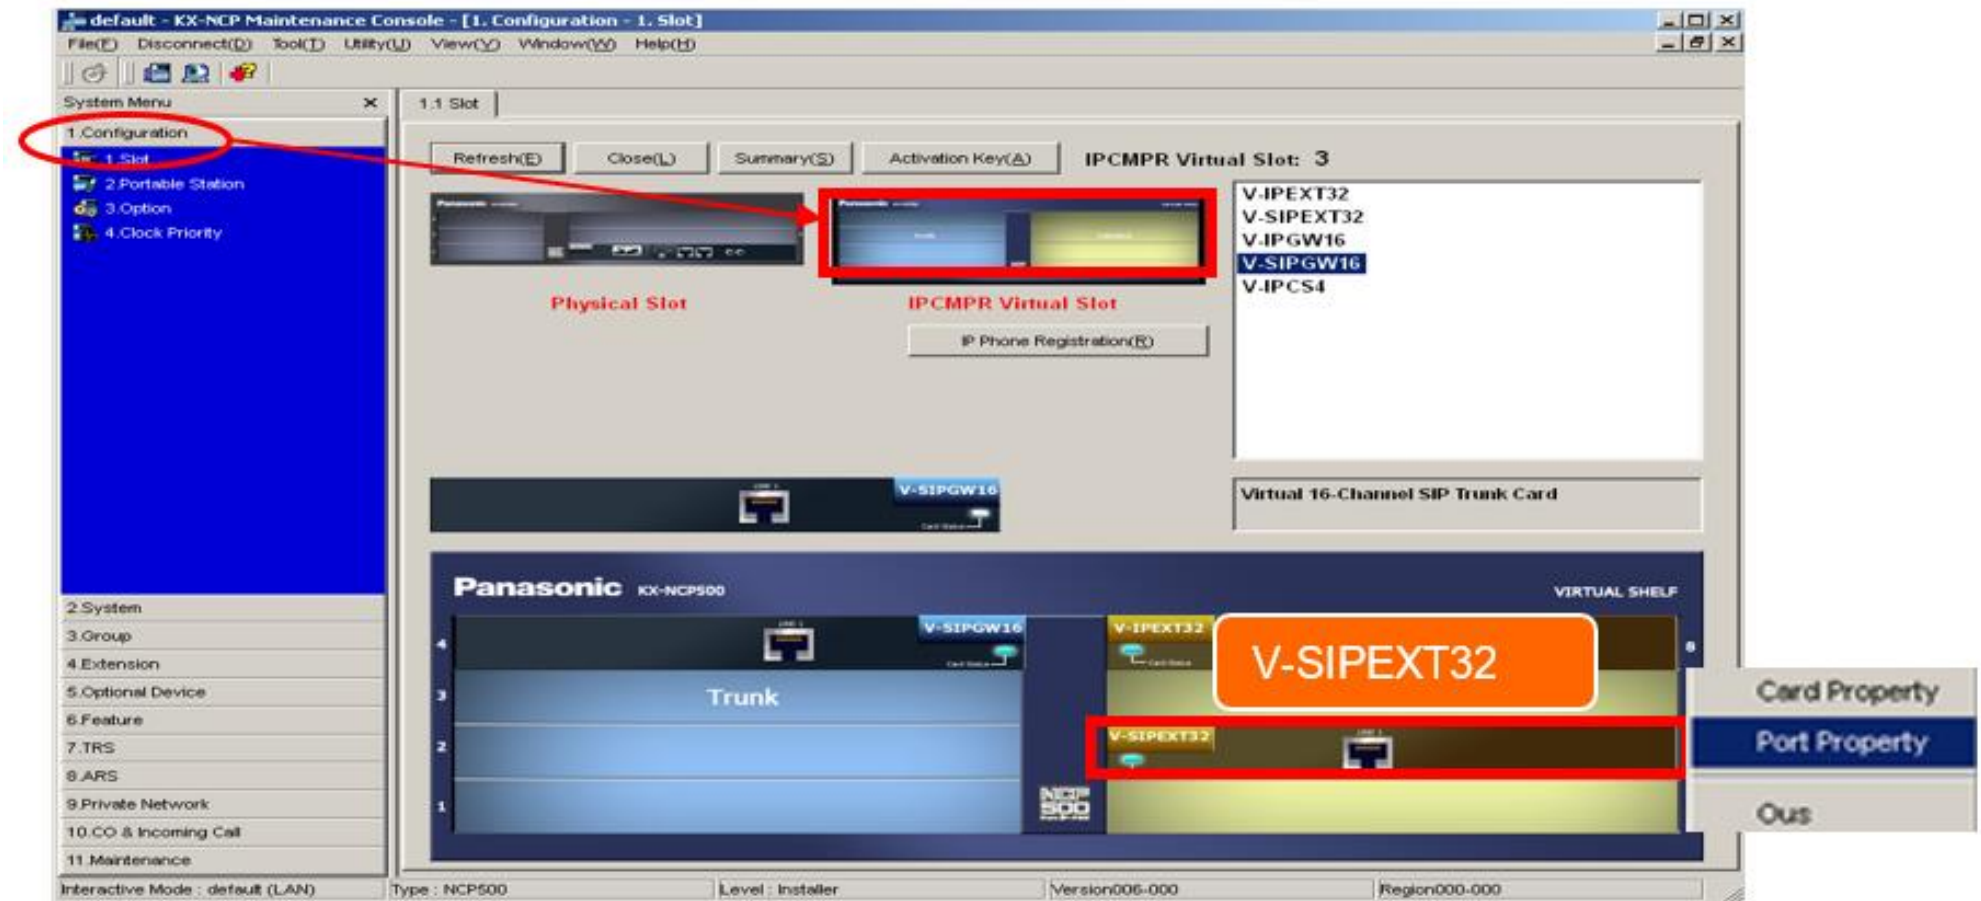

Figura 12. Habilitación de tarjetas electrónicas.
- c) Clic derecho sobre la tarjeta Virtual V-SIPEXT32. Ver figura 12.